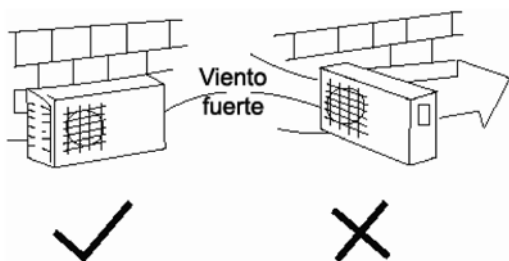

Figura 9
3. Cuelgue la unidad del brazo de suspensión desplazándola hacia atrás. Apriete fuertemente los tornillos de montaje en ambos lados. (Figura 9)
- Si el viento es extraordinariamente fuerte, impida que circule hacia la parte trasera de la unidad (Figura 9)